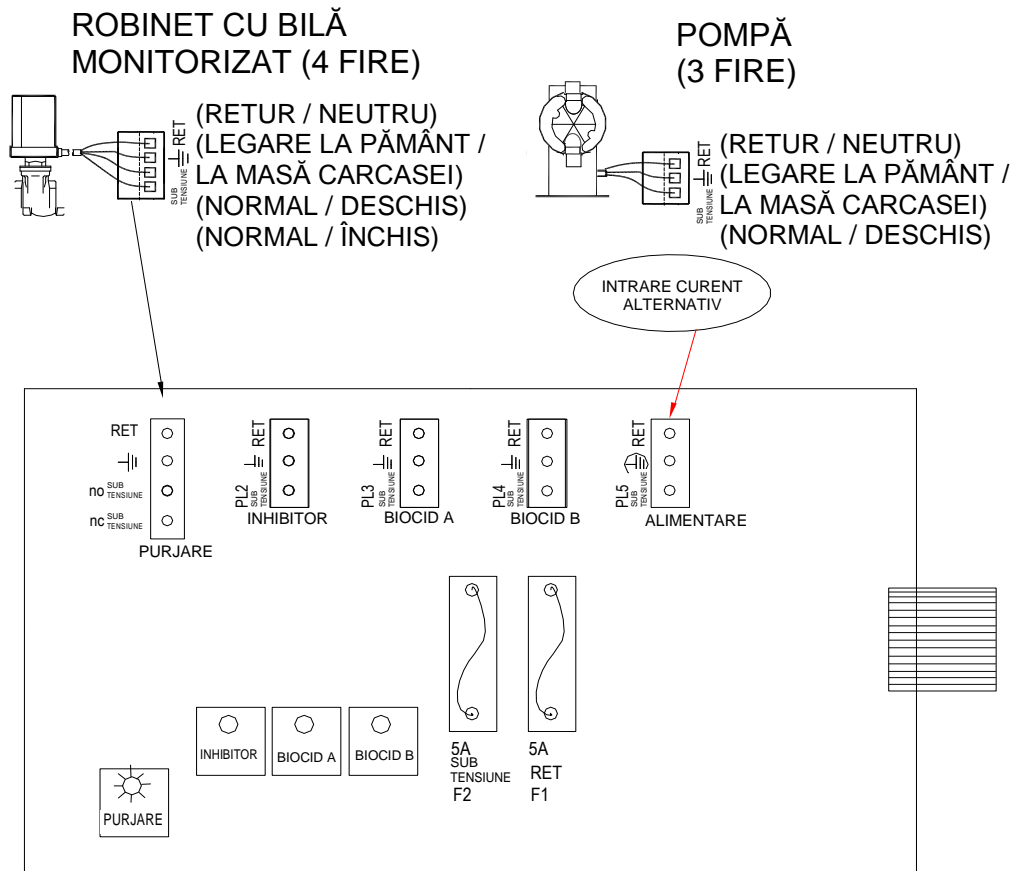

Fig. 6
Circuitele electronice de intrare ale *MicroVision* sunt protejate printr-o siguranță înlocuibilă de cinci amperi atât pe intrările sub tensiune, cât și pe cele neutre (Fig . 6).
Controlerele cu tuburi de cablu au orificii pentru conexiunile cablurilor pozate în tuburi pentru cablarea componentelor. (A se vedea Fig. 6) pentru conexiunile electrice de intrare și ieșire. Utilizați doar un conductor torsadat de 1,2 mm² pentru conexiunile cablurilor electrice și de sarcină. Curentul de alimentare (intrare) este conectat prin intermediul **PL5** aflat pe placa de rele (Fig. 6). Partea superioară a acestei reglete de borne este demontabilă pentru a permite un acces facil la cele trei (3) șuruburi ale conectorului.
Conexiunile de joasă tensiune se găsesc pe placa de joasă tensiune (partea dreaptă) (Fig. 6).